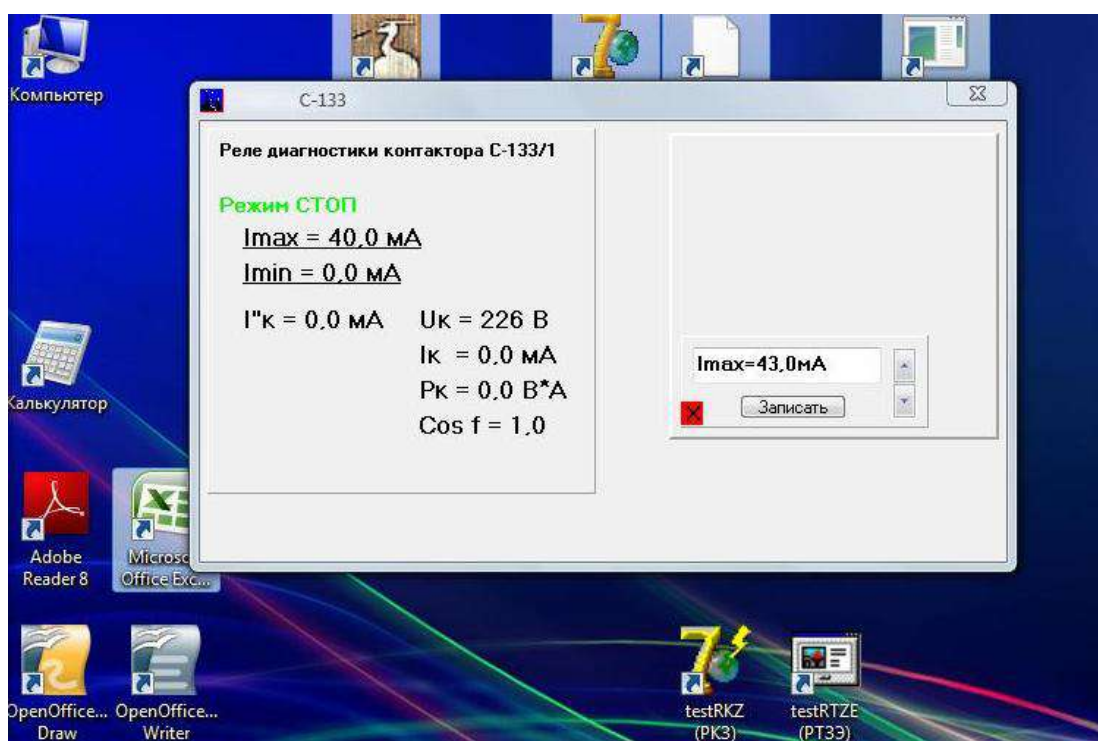

Рисунок 5 – окно корректировки уставок СМАРТРЕЛЕ C-133
8.4.4 Установить значения уставки I_{max} на 5-10% больше зафиксированного значения тока $I''_к$, для чего нажать на уставку I_{max} . В открывшемся дополнительном окне (рис.5) установить необходимое значение I_{max} и закончить операцию нажатием кнопки "Записать".
8.4.5 Установить значения уставки I_{min} на 5-10% меньше зафиксированного значения тока $I''_к$, для чего нажать на уставку I_{min} . В открывшемся дополнительном окне (рис.5) установить необходимое значение I_{min} и закончить операцию нажатием кнопки "Записать".